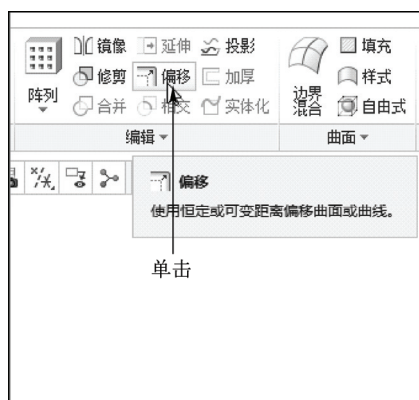

图 9-63 单击“偏移”按钮
STEP 02 在模型树中选择“相交 1”选项,在功能区选项板的“模型”选项卡中,单击“编辑”面板中的“偏移”按钮,如图9-63所示。